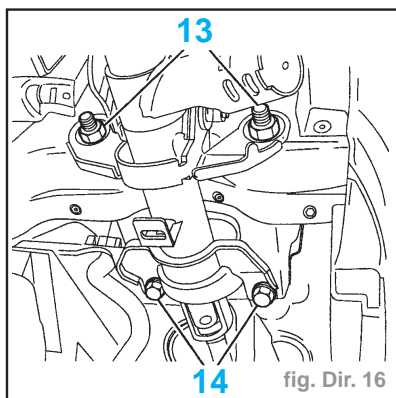

fig. Dir. 16
- Déposer (fig. Dir. 16) :
- les écrous (13)
- les vis (14)
- Lors du remontage de la colonne de direction sur son support, respecter l'ordre des opérations suivantes (fig. Dir. 16) :
- visser sans serrer les écrous (13) et les vis (14)
- serrer les écrous (13) à 4 daN.m.
- serrer les vis (14) à 4 daN.m.